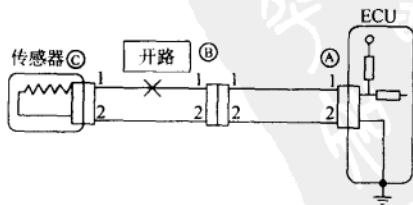
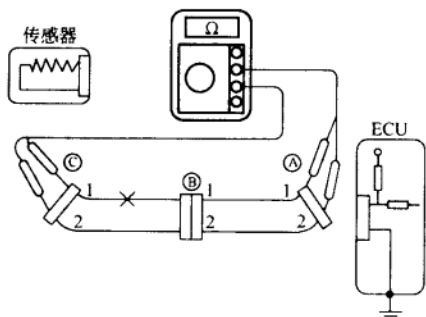

图 1-9 断路检测方法
图 1-10 检测线路是否导通
1) 断路（开路）的检测方法。如图 1-9 所示的配线有断路故障，可用“检查导通”或“检查电压”的方法来确定断路的部位。
① 检查线路是否导通
a. 脱开连接器③和④，测量它们之间的电阻值，如图 1-10 所示。若连接器③端子 1 与连接器④端子 1 之间的电阻值为 ∞ ，则它们之间不导通（断路）；若连接器③端子 2 与连接器④端子 2 之间的电阻值为 0Ω ，则它们之间导通（无断路）。
b. 脱开连接器③，测量连接器①与③、③与④之